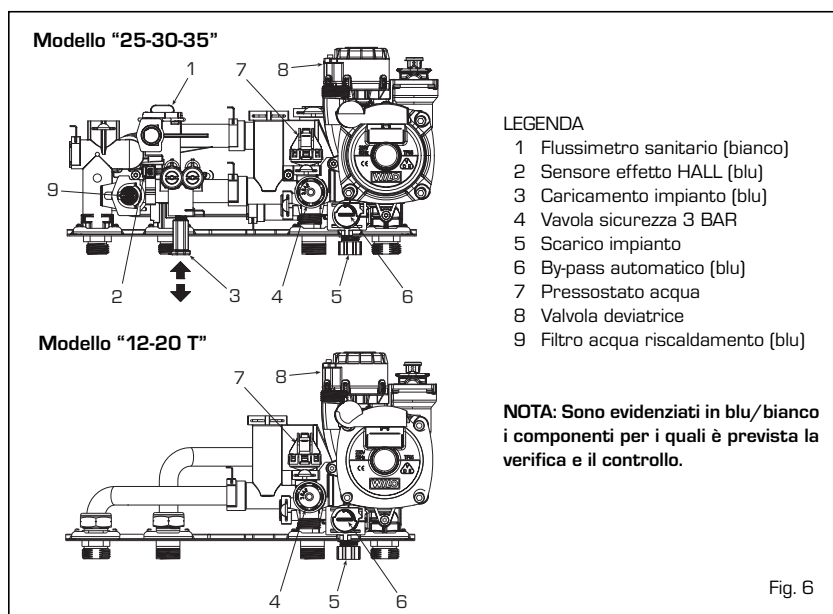

Fig. 6
2.6 RIEMPIIMENTO E SVUOTAMENTO DELL' IMPIANTO (fig. 6)
Il riempimento dell'impianto si effettua agendo sul rubinetto di carico telescopico (3 fig. 6). La pressione di caricamento ad
impianto freddo deve essere compresa tra **1-1,2 bar**. Per svuotare l'impianto spegnere la caldaia e agire sullo scarico caldaia (5 fig. 6).